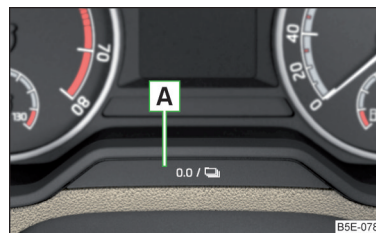

Abb. 47
- Die Taste **A** » Abb. 47 gedrückt halten, bis im Display der Menüpunkt **Service** angezeigt wird.